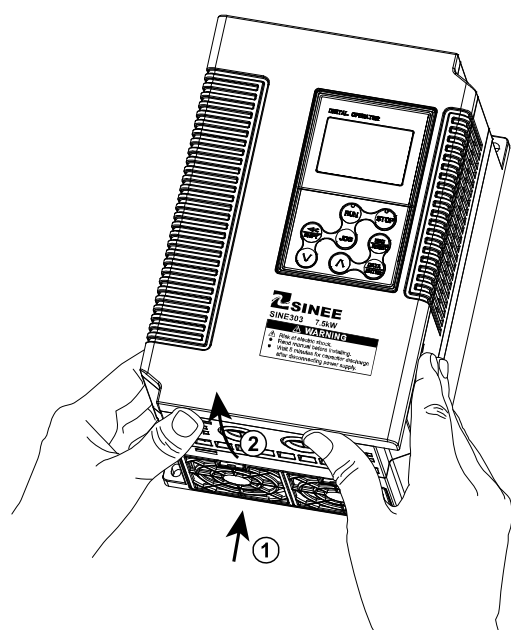

图 2-3 面板开启图示
- 面板的开启：7.5kW 以下机型开启时请双手由机壳下方沿垂直方向向上推按，再向外侧掀起。如图 2-3 所示